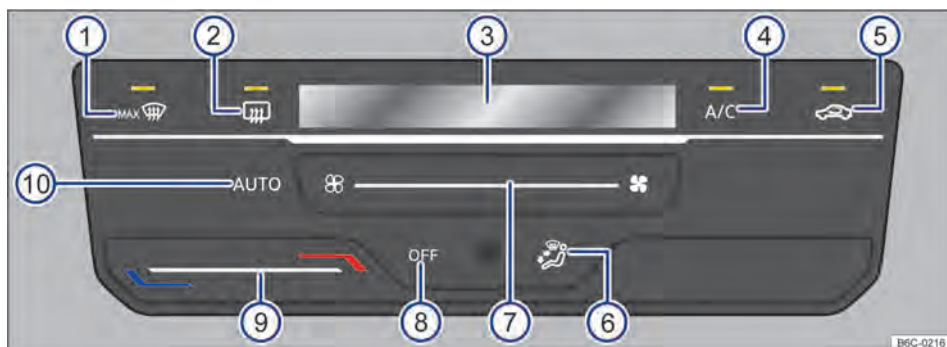

Fig. 81 Comandos do Climatronic.
- *Climatronic*: tocar na superfície de função OFF → Fig. 81 (8)
Ao tocar na superfície de função AUTO → Fig. 81 (10) é possível ligar o modo automático do Climatronic.
O modo automático garante temperaturas constantes no interior do veículo. A temperatura do ar, o volume de ar e a distribuição de ar são regulados automaticamente. O funcionamento automático se desliga quando a ventilação é alterada manualmente → Fig. 81 (7) ou com a alteração da distribuição de ar através da superfície de função → Fig. 81 (6).
- *Climatronic*: tocar na superfície de função A/C → Fig. 81 (4) para ligar e desligar o funcionamento da refrigeração.
- *Climatronic*: deslizar o dedo sob a superfície de função → Fig. 81 (9).
No display do Climatronic → Fig. 81 (3) é indicada a temperatura ajustada.
- *Climatronic*: deslizar o dedo sob a superfície de função → Fig. 81 (7).
- *Climatronic*: tocar na superfície de função ☞ → Fig. 81 (5).
- *Climatronic*: tocar na superfície de função → Fig. 81 (6) para posição desejada, a distribuição selecionada será indicada no display (3).
- **Climatronic:** tocar na superfície de função  → Fig. 81 ①.
- **Climatronic:** tocar na superfície de função  → Fig. 81 ②.